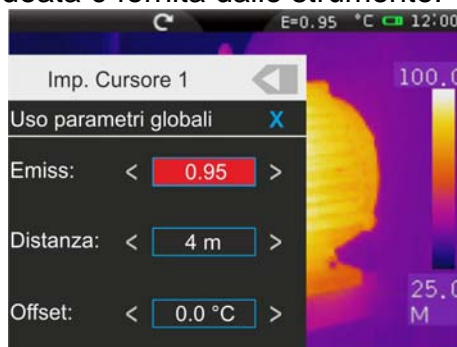

Fig. 23: Impostazioni parametri associati ai cursori
8. Con opzione precedente disattivata (vedere Fig. 23) è possibile associare ai cursori valori dei parametri "Emissività", "Distanza" e "Offset" diversi da quelli globali. A tal fine toccare il campo del parametro evidenziato in rosso e i simboli "<" e ">" per decrementare o aumentare il valore. Tenere premuti i tasti per una selezione rapida dei valori I campi di misura sono i seguenti:
7. Con opzione precedente disattivata (vedere Fig. 23) è possibile associare alla Linea i valori dei parametri "Emissività", "Distanza" e "Offset" diversi da quelli globali. A tal fine toccare il campo del parametro evidenziato in rosso e i simboli "<" e ">" per decrementare o aumentare il valore. Tenere premuti i tasti per una selezione rapida dei valori I campi di misura sono i seguenti:
6. Con opzione precedente disattivata (vedere Fig. 23) è possibile associare all'Area i valori dei parametri “Emissività”, “Distanza” e “Offset” diversi da quelli globali. A tal fine toccare il campo del parametro evidenziato in rosso e i simboli “<” e “>” per decrementare o aumentare il valore. Tenere premuti i tasti per una selezione rapida dei valori I campi di misura sono i seguenti: